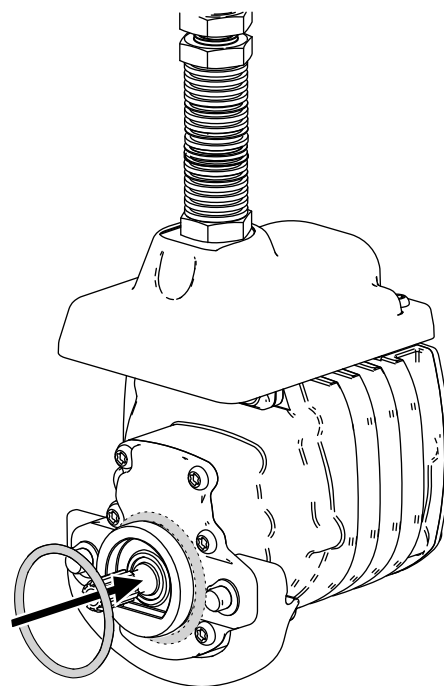

Figure 13
3. Placez un joint torique sur chaque moteur de cylindre, comme montré à la Figure 13.